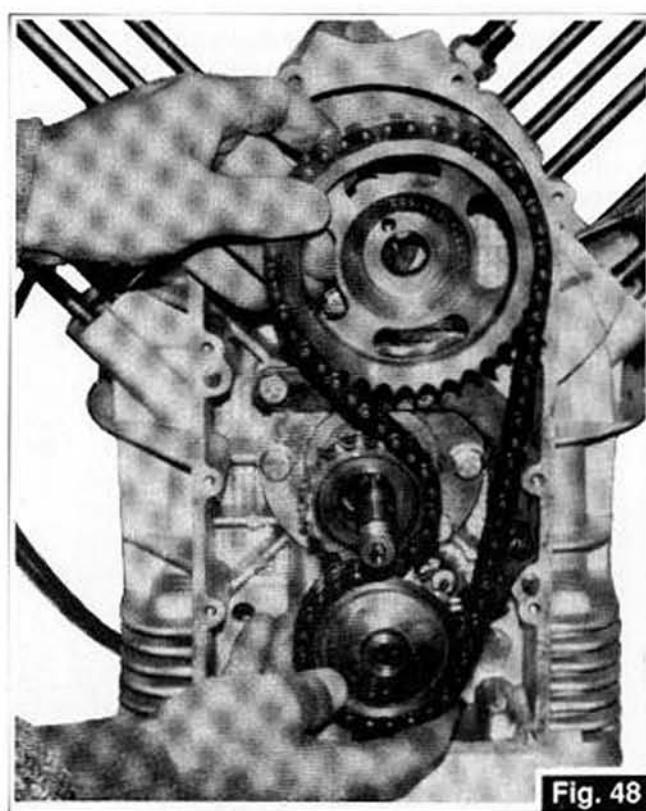

Fig. 48
- Après avoir dévissé l'écrou de fixation engrenage de commande pompe à huile, sortez la triade d'engrenages avec la chaîne (Fig. 48).
- Nachdem man die Befestigungsschraube des Steuerzahnrades für die Ölpumpe gelockert hat, das Dreierbündel der Zähler gemeinsam mit der Kette (Abb. 48) herausziehen.